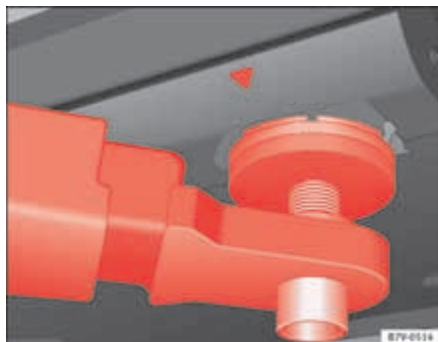
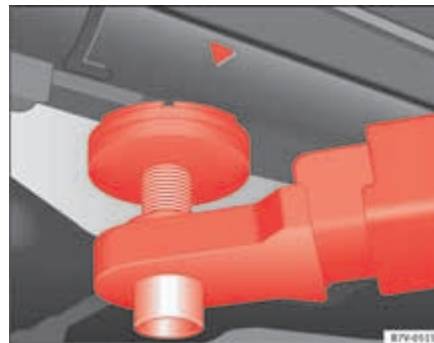

Fig. 167 Puntos de apoyo delanteros para elevar el vehículo con la plataforma elevadora o con el gato.
Fig. 168 Puntos de apoyo traseros para elevar el vehículo con la plataforma elevadora o con el gato.
Para levantar el vehículo deberá servirse únicamente de los puntos indicados en las figuras ⇒ fig. 167 y ⇒ fig. 168. Si no se eleva el vehículo por los puntos indicados, éste podría sufrir desperfectos ⇒ ⚠ y causar lesiones graves ⇒ ⚠.
- Elevar el vehículo sirviéndose únicamente de los puntos indicados en las figuras ⇒ **página 302, fig. 167** y ⇒ **página 302, fig. 168**. Si no se eleva el vehículo por los puntos indicados, podría caerse de la plataforma elevadora al desmontar, por ejemplo, el motor o la caja de cambios.